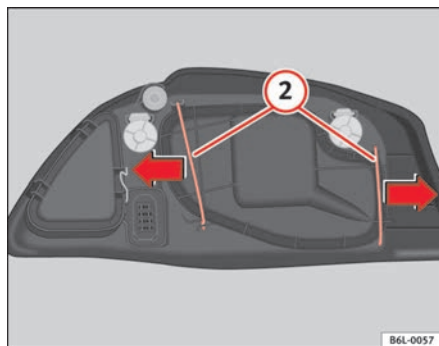

Fig. 152 Lámpara luz de carretera
- Desplace los tirantes ② ⇒ fig. 152 hacia afuera, en el sentido de las flechas y retire la tapa.
- Coloque la tapa de plástico y coloque los tirantes ② ⇒ fig. 152.